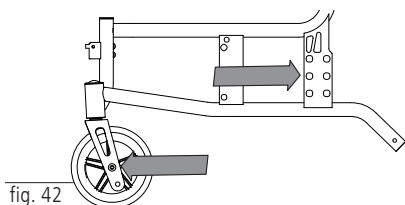

fig. 42
- Sædehøjde 430 – styrehjul 200 mm / 8" skrueraksel baghjul i midten (fig. 42)